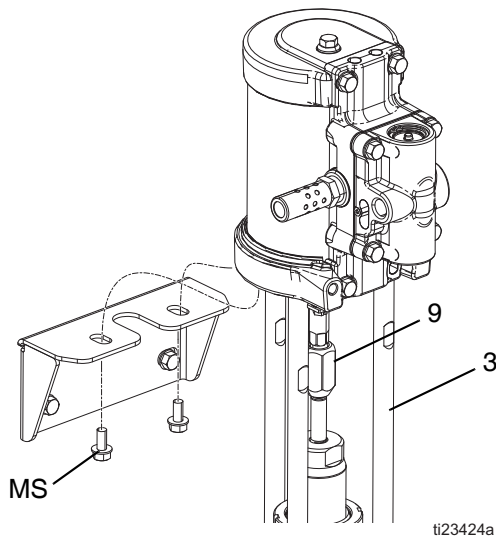

FIG. 3: Disconnessione del motore pneumatico
3. Vedere FIG. 3. Usare una chiave a tubo per rimuovere le due viti di montaggio superiori (MS).